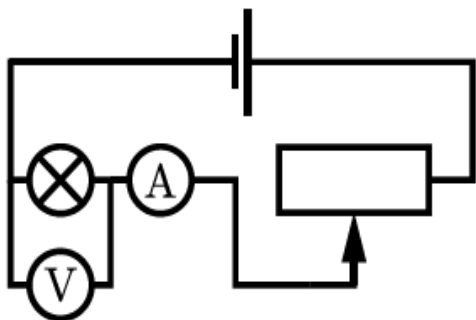
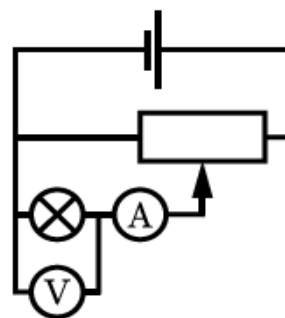

Рис. 1 Схема с переменным резистором.
Рис. 2 Схема с потенциометром
Чтобы изменять напряжение на нелинейном элементе, используйте потенциометр. Его можно включить двумя способами: по схеме переменного резистора (рис. 1) и по схеме потенциометра (рис. 2). Используйте схему потенциометра (рис. 2) – эта схема позволяет изменять напряжение в более широком диапазоне.
3. Заменить лампу на диод и снять ВАХ для прямого и обратного включения по схеме рисунок 2.